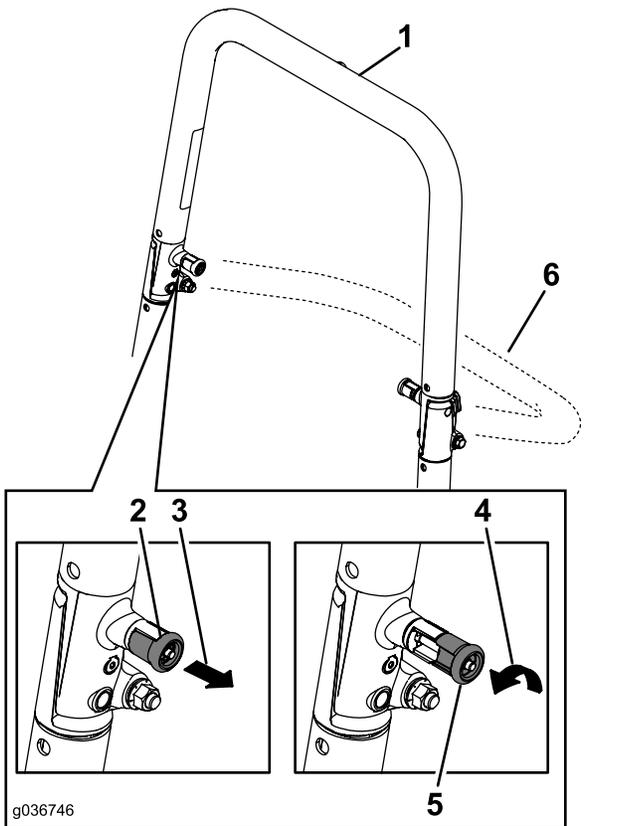

図 9
2. 左右のノブを両方とも引き出し、90度回転させると外れる 図 9。
3. バーを降ろす(図 9)。
1. まず ROPS を通常使用位置に立て、次にノブを回して溝に半分掛かった状態にする図 9。
2. 次にROPSを完全に立てて上部バーを押えながら穴を整列させると、ピンがひとりで中にはまる図 9。